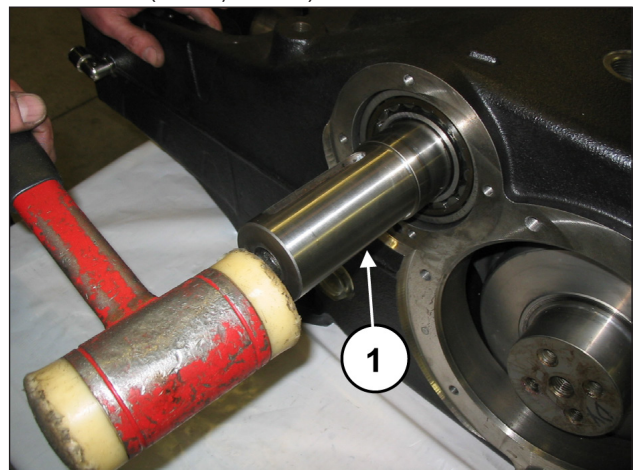
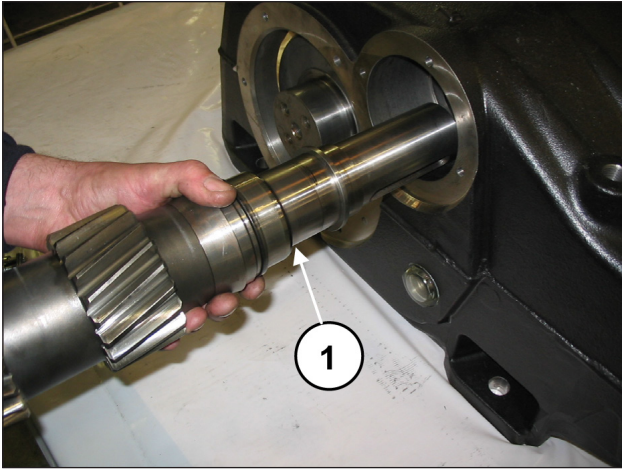

Abb. 32
Abb. 33
Schieben Sie die drei Pleuelstangen so weit wie möglich zurück (auf Anschlag mit der Kurbelwelle). Mithilfe eines Werkzeugs mit Schlagwerk (Pos. ①, Abb. 32) ziehen Sie die Zapfwelle wahlweise von einer der beiden Seiten heraus (Pos. ①, Abb. 33).